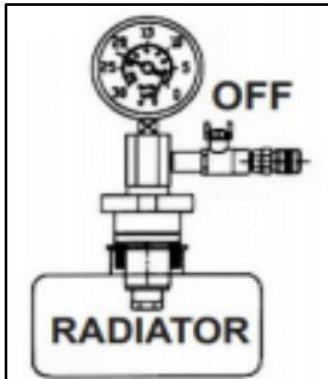

Abb. 3
3. 5 Lassen Sie das Vakuumniveau etwa 20–25 inHg (50–60 cmHg) erreichen und schließen Sie das Ventil (Abb. 3).